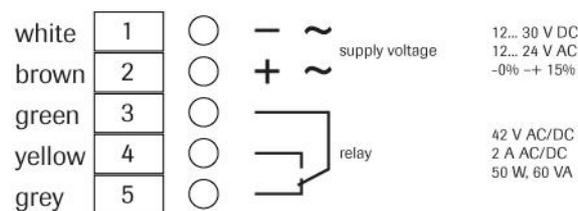

Рис. 9. Схема проводов
- Подсоединение сенсора должно осуществляться в соответствии с рис. 9.